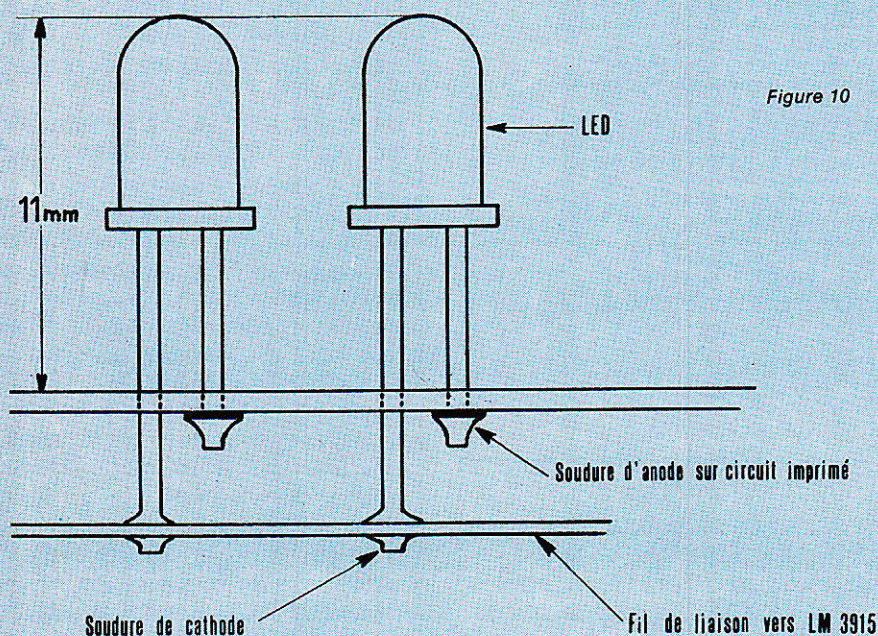

Figure 10
• **marge de gain** : on la définit (figure 10) comme l'écart AM entre le point critique $A = -1$, et le point M du lieu de Nyquist situé sur l'axe des réels, point pour lequel l'argument de $T(j\omega)$ vaut 180° . Généralement, cette marge de gain s'exprime en dB.
Pour éviter la difficulté que représente la réalisation d'un circuit imprimé double face, les fils de cathode des LED sont soudés ensemble par un fil étamé, rangée par rangée, selon la figure 10.